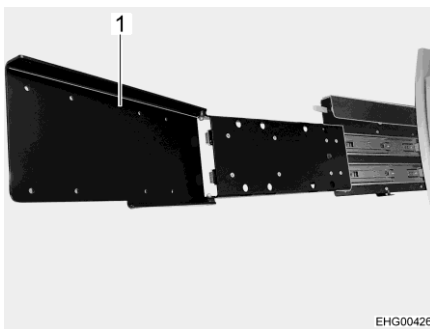

Bild 84 Utdrag (utdraget och nedfällt)
- För att vrida den platta bildskärmen till det bakre området: Fäll ner utdraget (Bild 84,1).